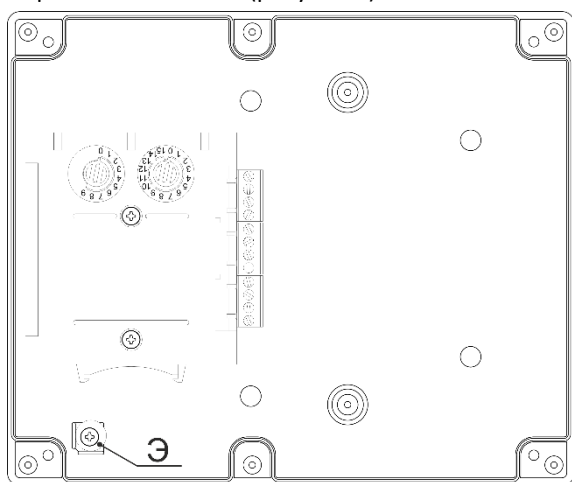
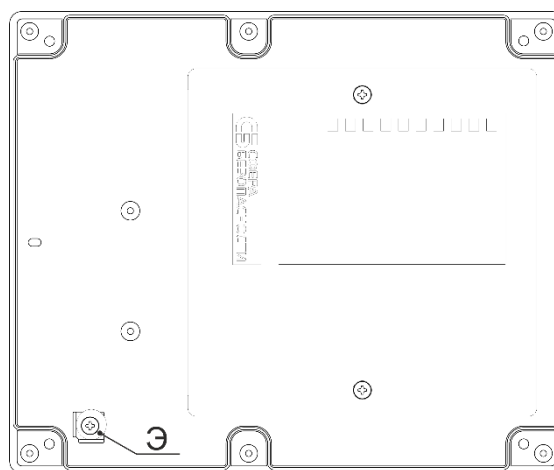

Рисунок 2
Рисунок 3
- 4.5 Расположение модулей в боксе показано в приложении на рисунках 2 и 3. Модули System Sensor крепятся с помощью винтов 3,5 x 25 в левой части бокса (рисунок 2), модули ППКУП «Сфера 8500» крепятся винтами 3,5 x 10 в правой части бокса (рисунок 3).